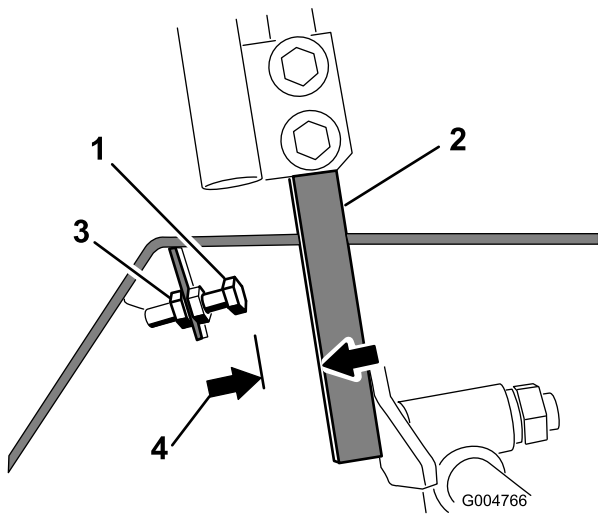

Figure 76
- Desserrez l'écrou de blocage sur le boulon d'arrêt de l'un des leviers de commande (Figure 76).